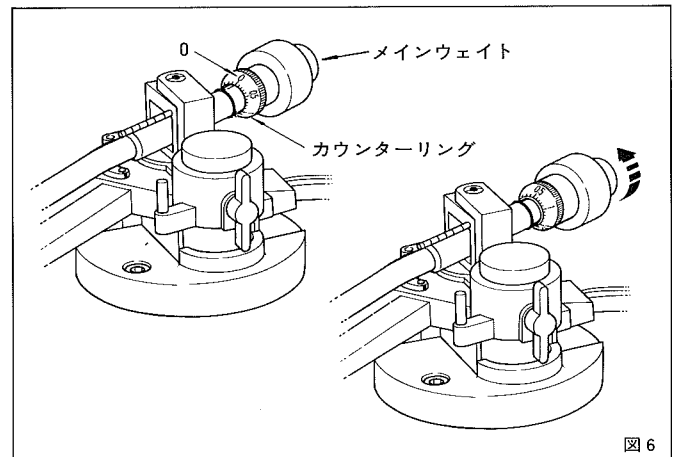

図 6
② 針圧調整
- ①水平バランスがとれたときのメインウェイトの位置を動かさないようにして、メインウェイト前部のカウンターリングだけを回し、カウンターリングの数字"0"をトーンアーム上部のラインに合わせてみます。
- ②メインウェイトを図6の矢印方向(時計方向)に回し、カートリッジ指定の針圧値に合わせてみます。